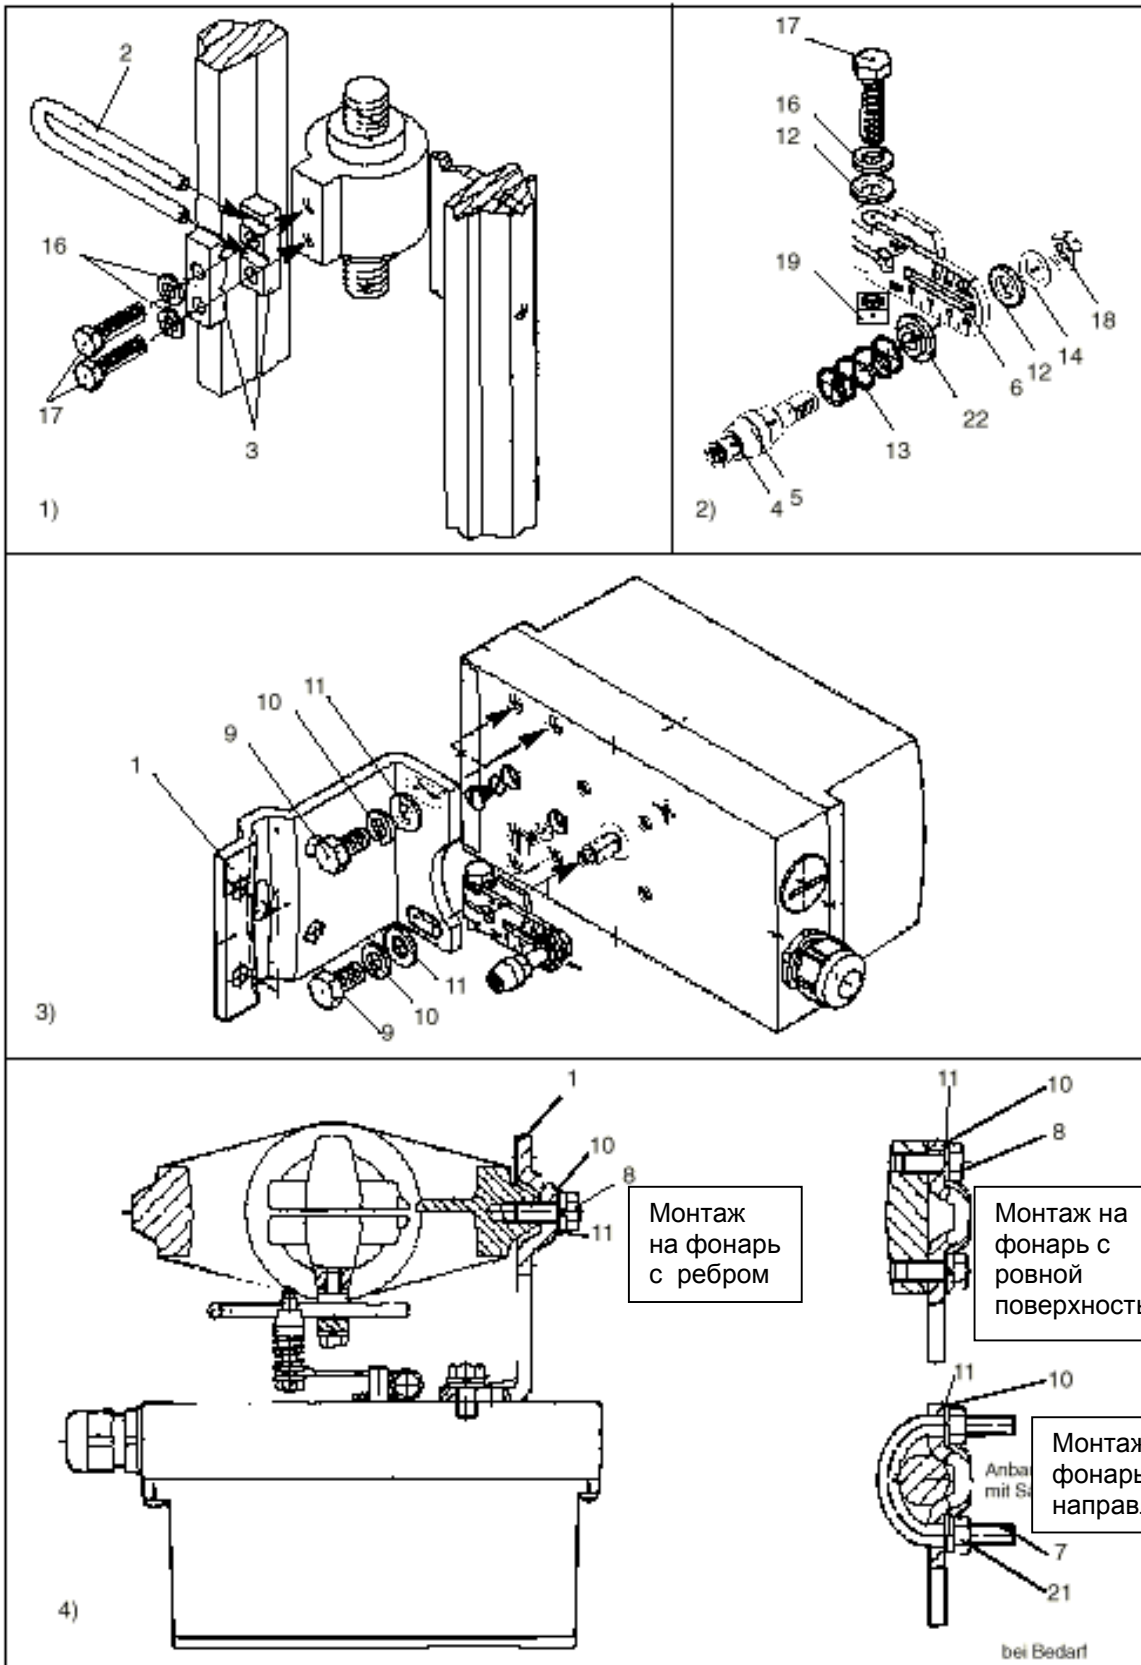

Рис.1 Процесс монтажа (линейный привод)
Объем поставки Блока-приставки «Линейный привод IEC 534 (3 – 35 мм)» включает (пор. № см. рис. 1):
1.1.1 Процесс монтажа (см. рис. 1)
- Смонтировать зажимную деталь (3) с шестигранными винтами (17) и пружинными кольцами (16) на приводном шпинделе.
- Протолкнуть ползунковый бугель (2) во фрезерные вырезы зажимных деталей. Установить необходимую длину и затянуть винты таким образом, чтобы ползунковый бугель можно было переставить.
- Надеть ролик (5), пружину (13) и направляющий шкив (22) на штифт (4).
- Воткнуть штифт в рычаг (6) и смонтировать гайкой (18), пружинной шайбой (14) и шайбой (12).
- Смонтировать шестигранный винт (17), пружинное кольцо (16), шайбу (12) и четырехгранную гайку (19) на рычаг.
- Смонтировать монтажный уголок (1) с двумя шестигранными винтами (9), пружинным кольцом (10) и U-шайбой на обратной стороне позиционера.
- Выбор ряда дырок зависит от ширины фонарей привода. При этом ролик (5) должен входить как можно ближе к шпинделю в ползунковый бугель (2), но не должен касаться зажимных деталей.
- Удерживать позиционер с крепежным уголком у привода таким образом, чтобы штифт (4) входил внутрь ползункового бугеля (4).